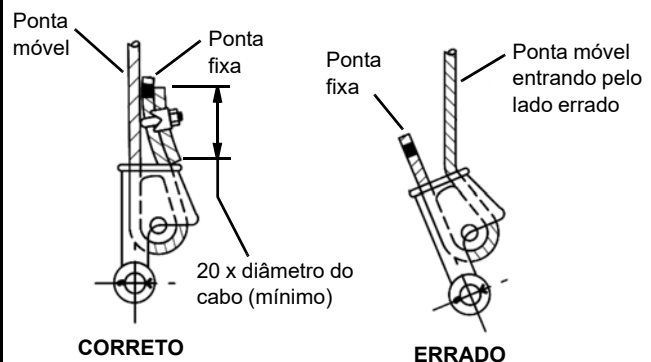

FIGURA 5-8
3. Certifique-se de que a extremidade móvel do cabo (Figura 5-8) fique diretamente alinhada às orelhas do terminal e ao sentido da tração a que o cabo será submetido. Se o cabo for incorretamente carregado no terminal, sob uma carga, o cabo dobrará conforme sai do terminal e a borda do terminal se desgastará no cabo causando danos ao cabo e falhas eventuais.
4. Insira a extremidade do cabo de aço no terminal, forme um laço no cabo e passe-o de volta através do terminal deixando que a ponta fixa (Figura 5-8) sobressaia do terminal. Verifique se a ponta fixa do cabo tenha comprimento suficiente para que seja possível aplicar o tratamento da extremidade à ponta fixa após a cunha ter sido assentada.